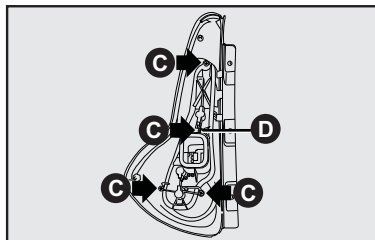

fig. 23
- Retirar os parafusos de fixação **C-fig. 23** do conjunto porta-lâmpadas **D-fig. 23**;
- Recolocar o conjunto porta-lâmpadas em sua sede e colocar os parafusos de fixação **C-fig. 23**;